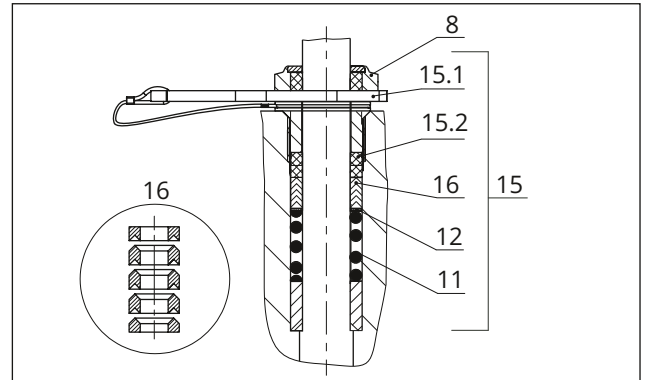

Bild 27: ADSEAL-Packung
- Feder (11)
- Unterlegscheibe (12)
- Packungsringe (16)
4. Rote Distanzscheibe (15.1) zwischen Gewindebuchse (8) und Haltering einfügen, vgl. Bild 27.